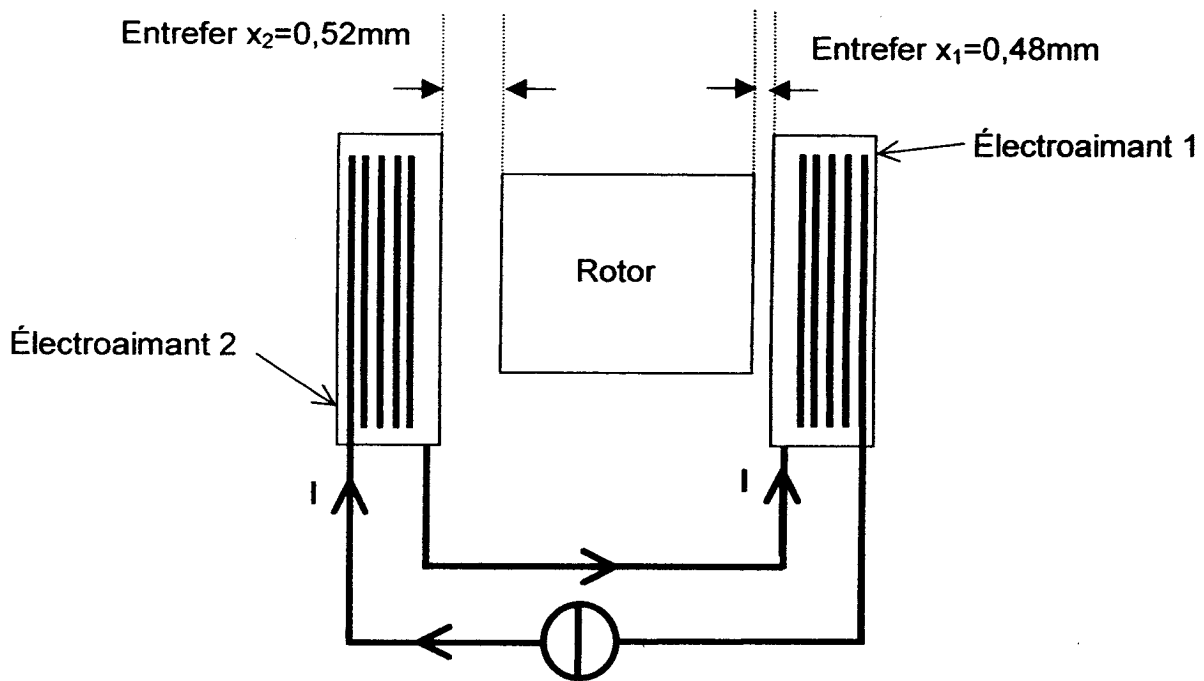

Figure 16 : butée magnétique après une perturbation
7.5. Sous l'effet d'une perturbation, le rotor n'est plus centré et les entrefers ne sont plus égaux (voir **figure 16 page 13**) malgré une tension de consigne réglée pour l'égalité des entrefers.
7.5.1. Quel est le signe de Δx et la valeur de Δx pour la configuration de la **figure 16** ?